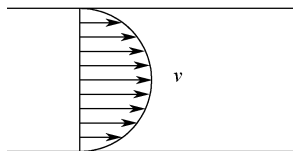

图 1-2-1
1. 由于油液与管壁及油液内部之间的摩擦力不同, 因此油液流动时, 在管路和液压缸的横截面上各点的速度不相等 (图 1-2-1)。